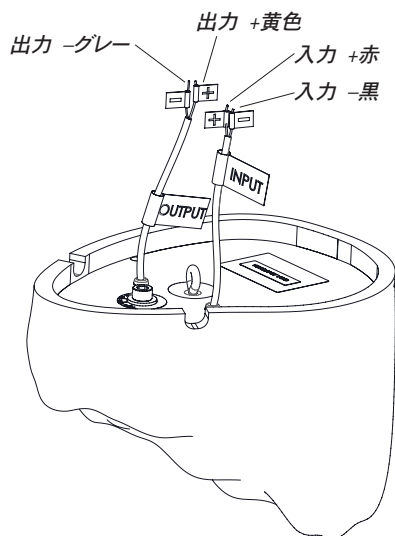

図33
5. L12XCスピーカーは250Wに設定されたトランスに電気を送ります。低出力設定を使用したい場合は、図33に示されているように、Philips製保護用ねじを取り外すため、Philips製ヘッドドライバーを使用します。